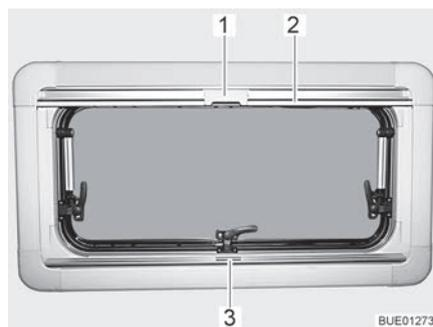
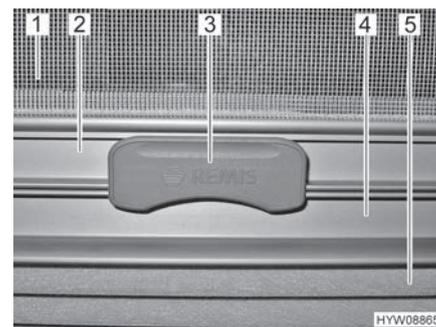

Fig. 15 Fenêtre projetante
Fig. 16 Cran
Le dispositif occultant plissé (Fig. 16,5) se trouve dans le caisson du bas.
- Saisir le dispositif occultant plissé par le centre de la barre-poignée (Fig. 15,3 et Fig. 16,4), le tirer du bas vers le haut et le relâcher à la hauteur voulue. Le dispositif occultant plissé reste alors à cette hauteur.
Moustiquaire La moustiquaire (Fig. 16,1) se trouve dans le caisson du haut.
- Tirer la moustiquaire par la barre-poignée (Fig. 15,2 et Fig. 16,2) vers le bas jusqu'à ce qu'elle entre en contact avec celle du dispositif occultant plissé (Fig. 16,4).
- Verrouiller le cran (Fig. 15,1 et Fig. 16,3) de la moustiquaire avec la barre-poignée du dispositif occultant plissé. Quand le cran est verrouillé, le dispositif occultant plissé et la moustiquaire peuvent être réglés en même temps.
- Presser le cran (Fig. 16,3) en haut de la moustiquaire.
- Ramener lentement la moustiquaire en arrière au moyen de la barre-poignée (Fig. 15,2).